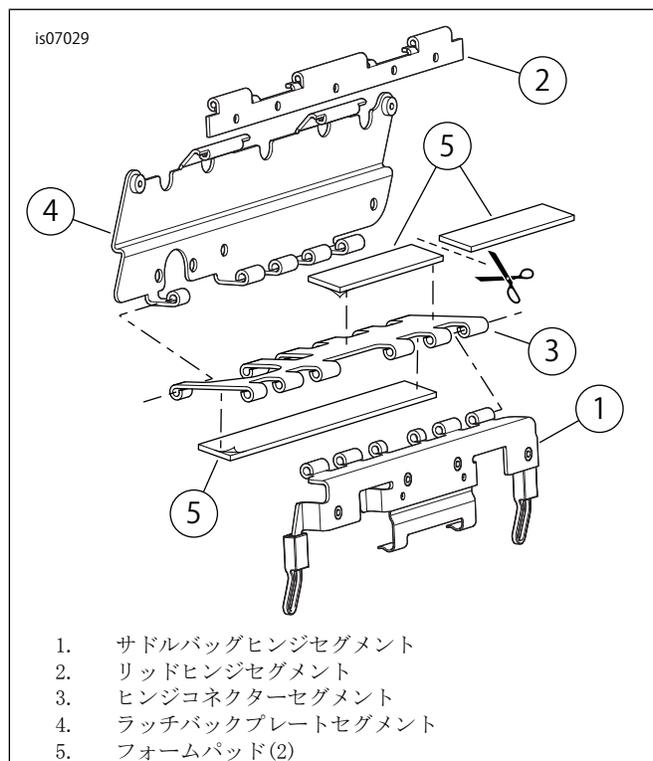

図3. フォームパッドのサドルバッグラッチヒンジ取り付け (左側表示)
「図3」を参照してください。サドルバッグラッチヒンジは、判り易くするためにピンを外した状態で表示してあります。
15. キットからフォームパッド(「図7」、アイテム15)を2つ用意します。1つを「図3」のとおり、半分に切ります。ライナーを切り取っていないパッドの粘着テープから外し、ラッチヒンジコネクターセグメント(3)の平面側に固定します。ライナーを、切り取った方のパッドの粘着テープから外し、図のように、ラッチコネクターセグメントのヒンジ側に固定します。